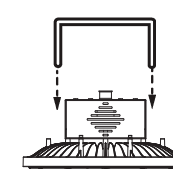

Figure 3
2. Ensuite, fixer le support en U aux supports de montage en U en forme de L (voir figure 3).